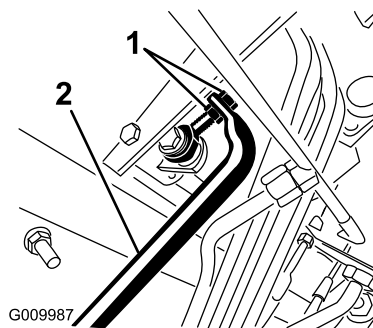

Figura 71
4. Ajuste las contratuercas del extremo de la varilla de la bomba con objeto de desplazar el tubo de control de la bomba hacia adelante para eliminar el movimiento de la máquina hacia adelante, o hacia atrás para eliminar el movimiento hacia atrás (Figura 71).